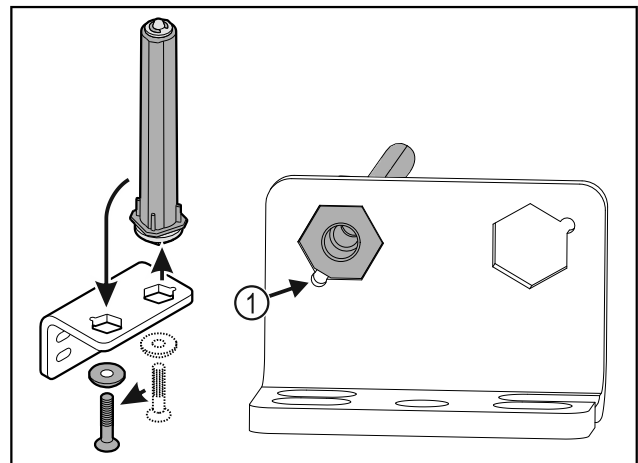

Fig. 36
- ▶ Atkreipkite dėmesį į tai, kad įstatant nuožulni kaiščio pusė Fig. 36 (1) nukreipta į apvalią skylę.